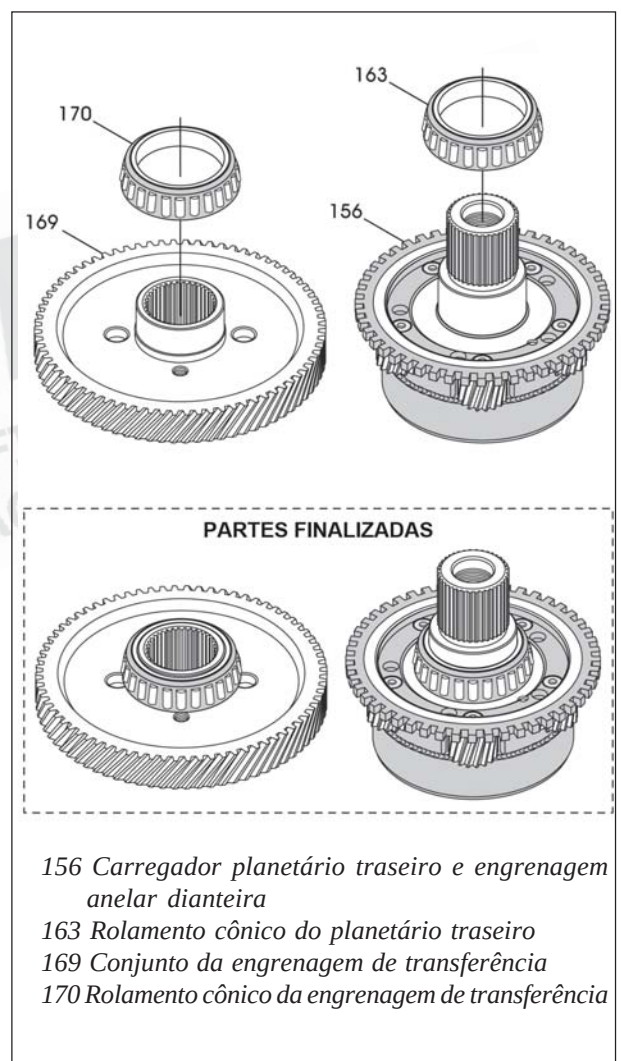

Figura 109
40. Instale novos rolamentos cônicos no conjunto planetário traseiro e engrenagem de transferência, conforme mostra a figura 109, utilizando os adaptadores apropriados e uma prensa hidráulica de bancada.